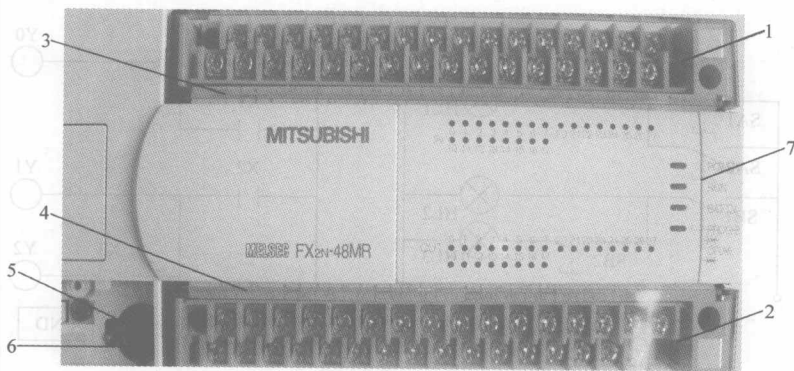

图 1-5 FX_{2N}-48MR 可编程序控制器外部结构
(2) FX_{2N}-48MR 可编程序控制器外部结构 可编程序控制器的种类和型号有很多，外部的结构也各有其特点，但不管哪种类型的 PLC，外部结构基本包括输入输出端口（用于连接外围输入、输出设备）、PLC 与编程器接口、PLC 执行方式开关、LED 指示灯（包括输入输出指示灯、电源指示灯、PLC 运行指示灯、PLC 程序自检错误指示灯），以及 PLC 通讯连接与扩展接口等，如图 1-5 所示。